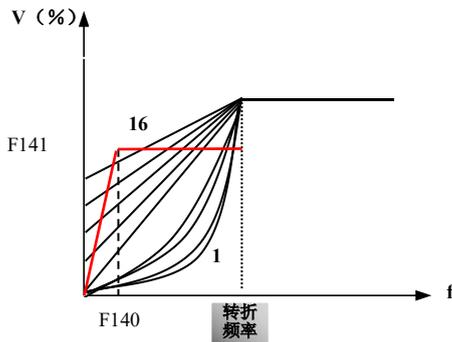

图 6-3 转矩提升示意图
- 如图 6-3 所示，当 F137=0 时，VF 曲线补偿量=Max (F138, F141) ；